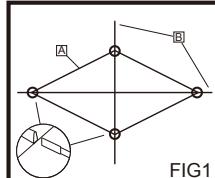

FIG1
2. Plaats de palen volledig in de kanalen. (FIG1)